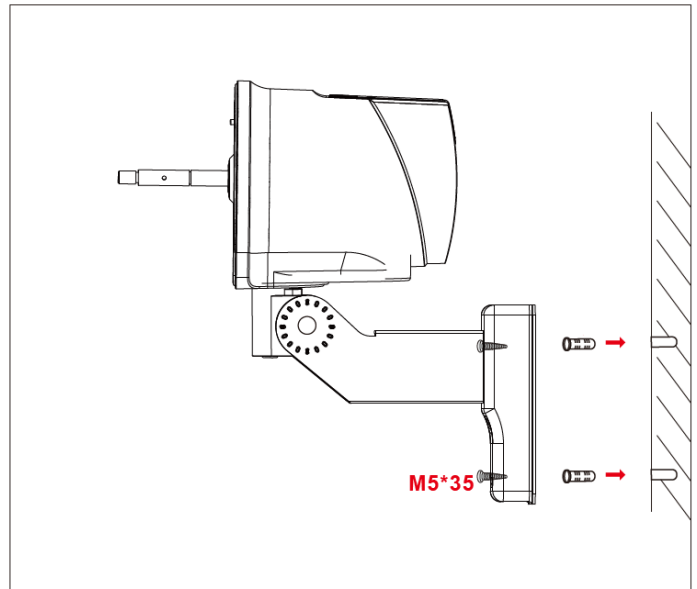

Figura 2
- c. Alinhe os quatro furos na estrutura do motor com os quatro furos na parede. Insira a bucha de expansão nos quatro furos e insira os quatro parafusos M5*35 nos furos e aperte-os firmemente (Figura 2).